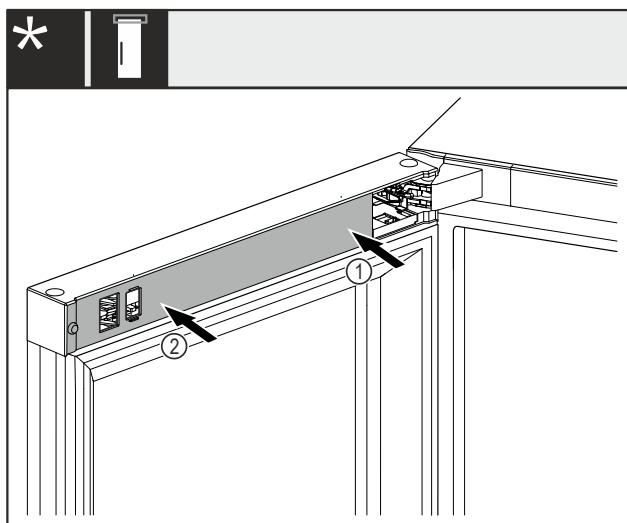

Fig. 47 \*
- ▶ Założyć osłonę Fig. 47 (1) najpierw po stronie płytki zawiasu i zatrzasknąć.\*
- ▶ Założyć osłonę Fig. 47 (2) od zewnątrz i zażebić.\*